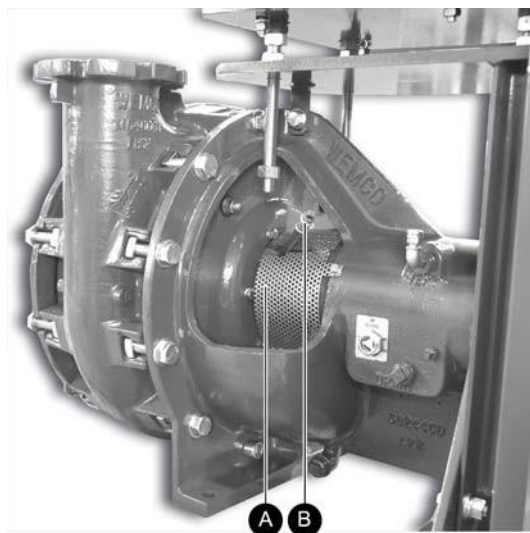

Figure 33 Dépose de la grille de protection (A) et du tube d'arrosage de tresses (B).
- ⌈ Déposer le tube d'arrosage de tresses (Figure 33, rep. B).
- ⌈ Retirer la grille de protection (Figure 33, rep. A).